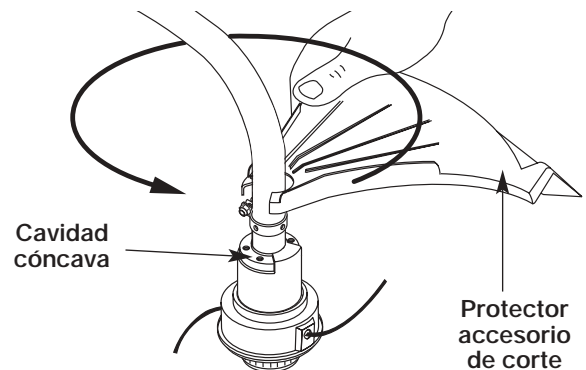

Fig. 4
2. Empuje el protector accesorio de corte hacia abajo hasta la parte superior del ensamble del accesorio de corte y luego gire el protector accesorio de corte hasta que los orificios de los tornillos se alinean y la protección calza en la cavidad cóncava (Fig. 4).